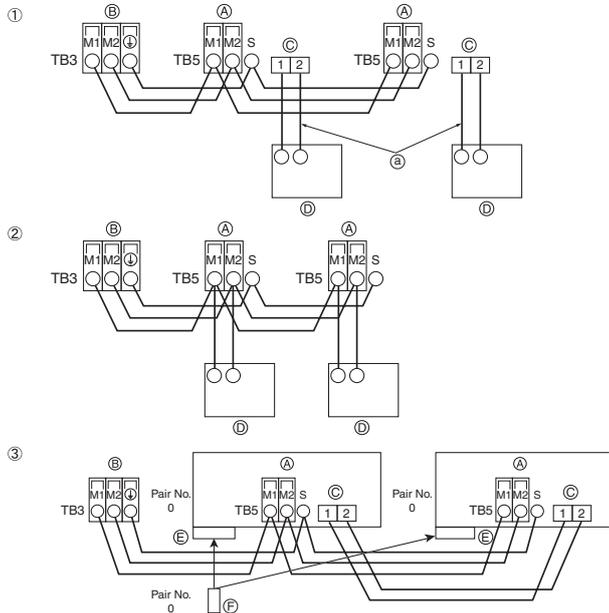

Fig. 5-4
5.4. Σύνδεση ελεγκτού εξ αποστάσεως, καλωδίων μεταφοράς εξωτερικών και εσωτερικών μονάδων (Fig. 5-4)